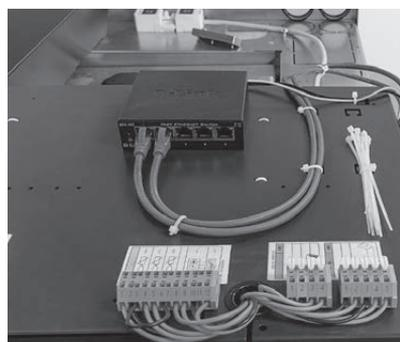

Fig. 125 Collegamento alle morsettiere (morsetti senza viti con molla a gabbia)
- I morsetti di collegamento (morsetti senza viti con molla a gabbia) si trovano sul coperchio del quadro di comando – Fig. 125.